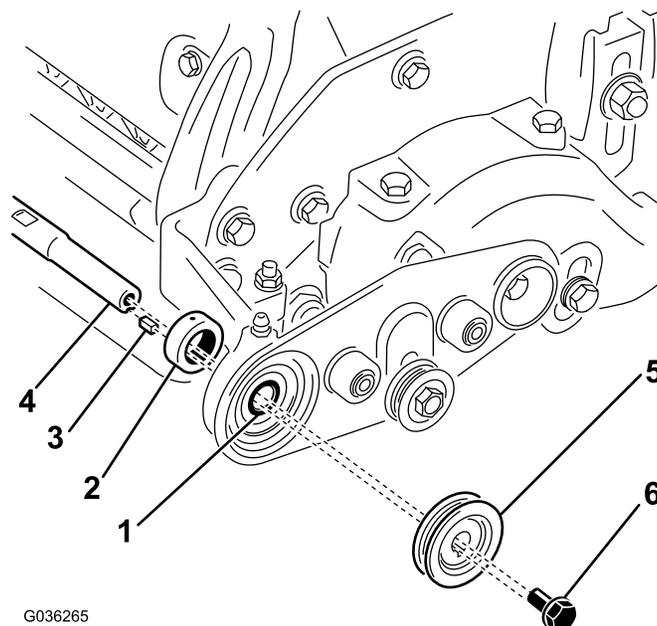

Рисунок 16
- C. Наденьте запорное кольцо на буртик вала щетки. Вставьте вал щетки через подшипник в правую опору щетки; см. Рисунок 16.
- D. Нанесите противозадирный состав на шпоночный паз и установите квадратную шпонку на вал (Рисунок 16).
- E. Наденьте ведомый шкив на вал и закрепите его болтом с конtringей смазкой (5/16 x 5/8 дюйма); см. Рисунок 16.